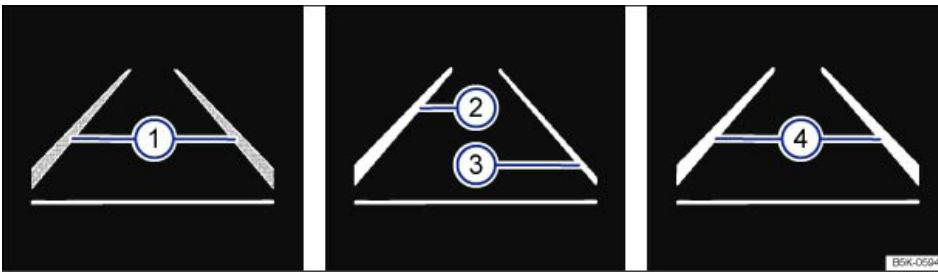

Abb. 235 Im Display des Kombi-Instruments: Displayanzeige des Spurhalteassistenten.
Anzeigenbereiche im Display ⇒ Abb. 235 :
- Das System muss links und rechts des Fahrzeugs jeweils eine Fahrspurbegrenzung erkannt haben ⇒ Abb. 235.